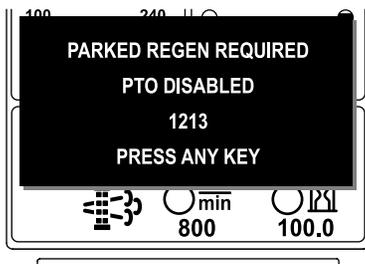

Figure 19
- Si vous n'exécutez pas de régénération en stationnement dans un délai de 2 heures, l'InfoCenter affiche ADVISORY #1213 (avis n° 189) s'affiche pour demander une régénération en stationnement – prise de force désactivée (Figure 19).